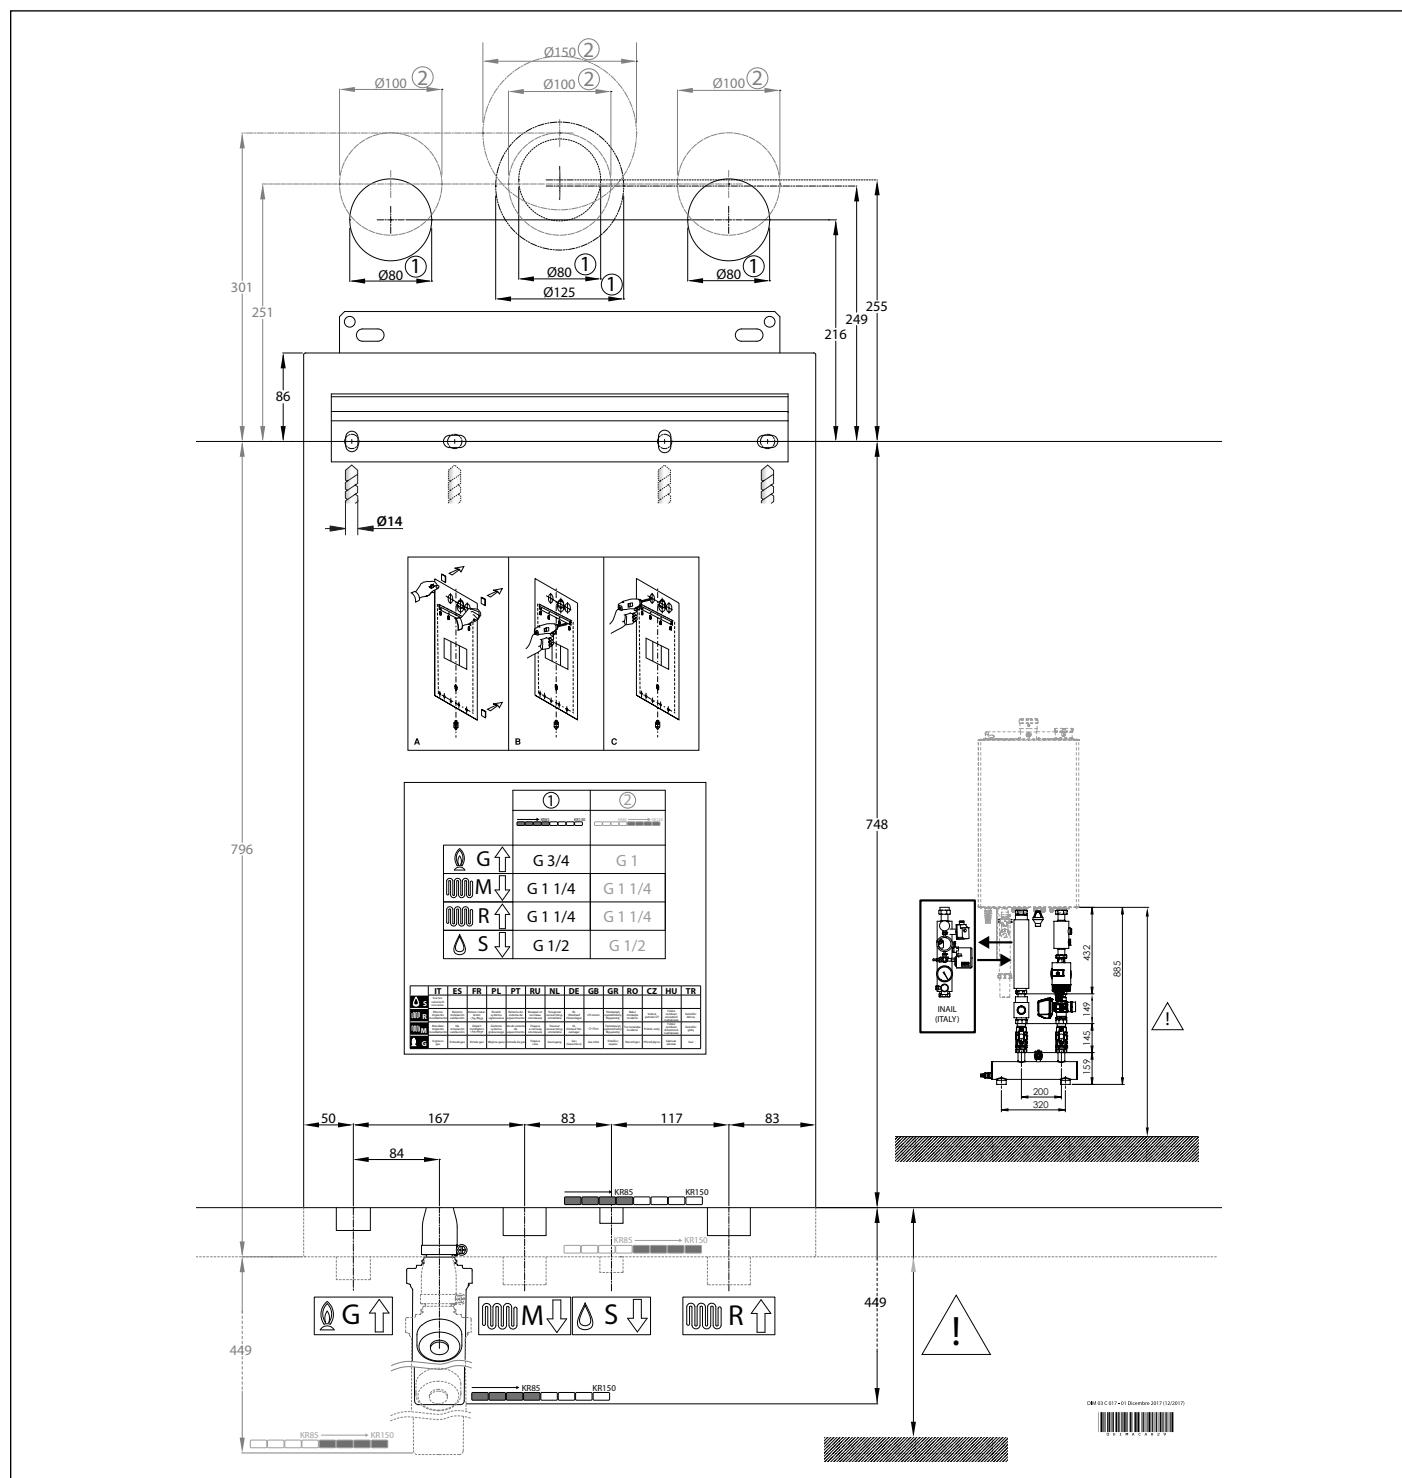

Fig. 9 Gabarito de instalação
- O gabarito de fixação da caldeira na parede (veja Fig. 9 Gabarito de instalação).
Cada aparelho é fornecido com um gabarito específico de papel (veja Fig. 9 Gabarito de instalação).